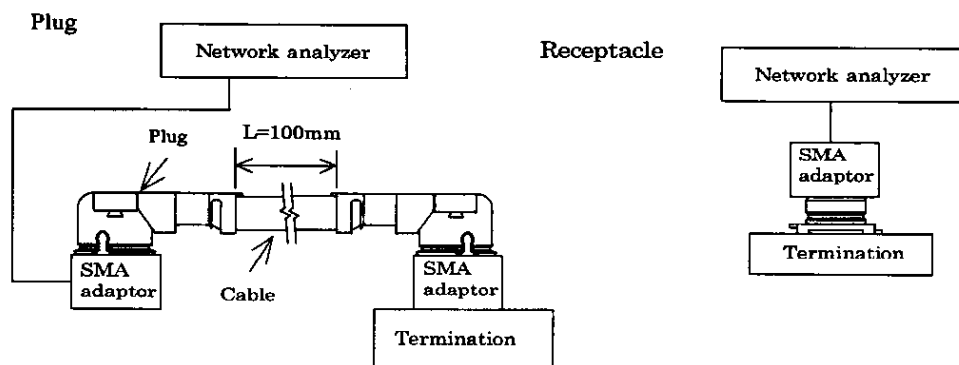

Fig. 3
(3) Dielectric withstanding voltage / 耐電圧
(4) VSWR
A. Testing : Measure the VSWR as shown in Fig.3 by the network analyzer.
A. 試験法: ネットワークアナライザにて Fig.3 のようにVSWRを測定する。